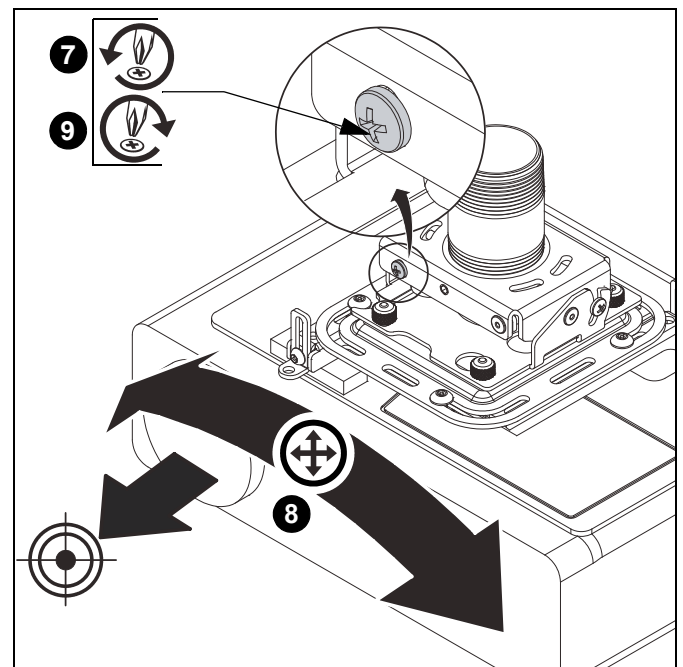

Figura 21
8. Ajuste el proyector según la posición de balanceo deseada. (Consulte Figura 21)